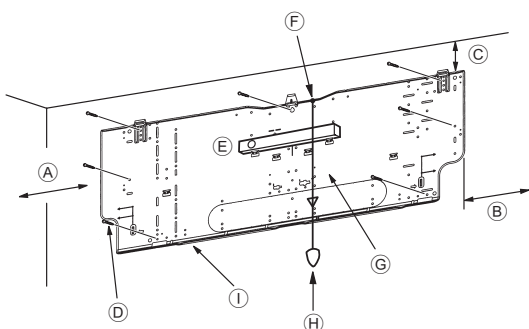
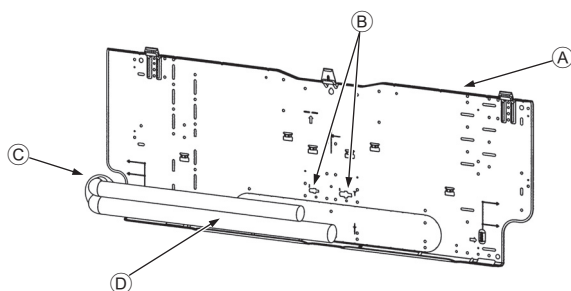
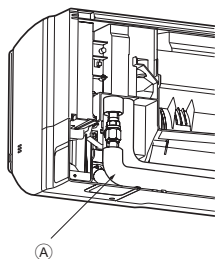

Fig. 3-4
Fig. 3-5
Fig. 3-6
■ PKFY-P-VKM-E (Fig. 3-4)
- (A) Min. 120 mm (617,6 mm ou mais com a instalação da bomba de drenagem opcional)
- (B) Min. 220 mm
- (C) Min. 70 mm (130 mm ou mais com a instalação da bomba de drenagem opcional e a tubagem inferior esquerda, posterior esquerda e esquerda)
- (D) Parafusos de fixação (4 x 25) ②
- (E) Nível
- (F) Aperte a rosca ao furo.
- (G) Coloque o nível encostado à linha de referência horizontal da placa de montagem e monte de maneira a ficar nivelado. Pendure um peso na rosca e alinhe com ∇ EPK da placa de montagem para permitir o nivelamento.
- (H) Peso
- (I) Placa de montagem ①
3.3. Quando incorporar os tubos na parede (Fig. 3-5)
- (A) Placa de montagem ①
- (B) Marcação de referência para ligação de afunilamento
- (C) Através do furo
- (D) Tubagem no local
Instalação do tubo de ligação em forma de L ④ Tubagem direita, esquerda e posterior (Fig. 3-6)
3. Virado na direcção em que o tubo de ligação em forma de L ④ irá ser removido, faça rapidamente a ligação à abertura de ligação de afunilamento da unidade interior.